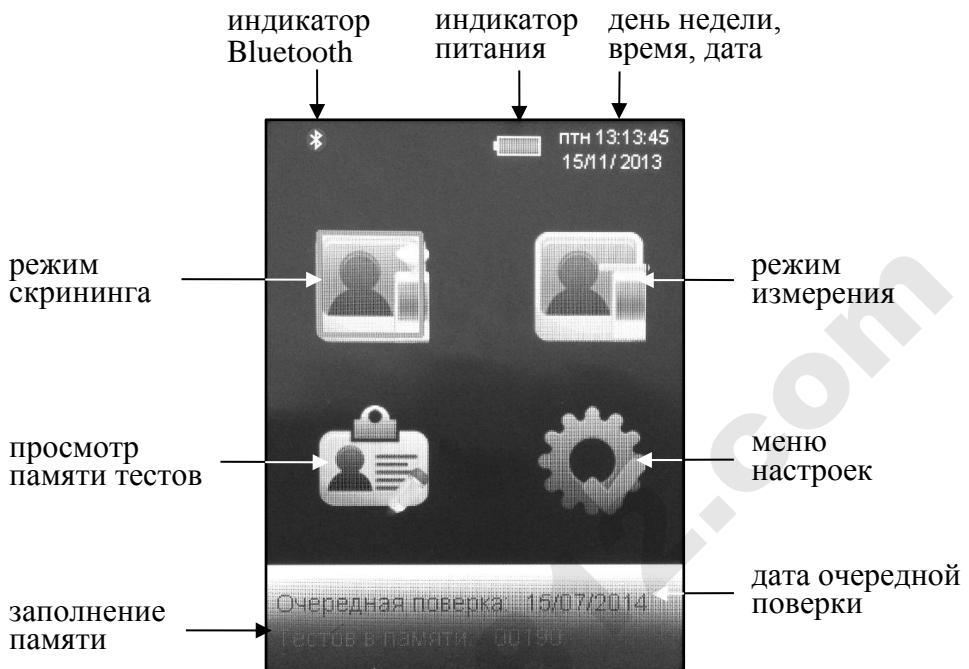

Рисунок 6 – Главное меню
2.3.1 При включении анализатора после заставки с наименованием анализатора и номером версии ПО на сенсорном экране появляется главное меню из 4 пунктов-иконок и индикаторов, информирующих об уровне напряжения элементов питания, текущем времени и дате, а также о соединении с принтером по связи Bluetooth (рис. 6).
(рисунок 6) выберите пункт-иконку . На сенсорном экране появится меню «НАСТРОЙКИ», состоящее из трех пунктов, предназначенных для перехода в соответствующие меню (рисунок 7).